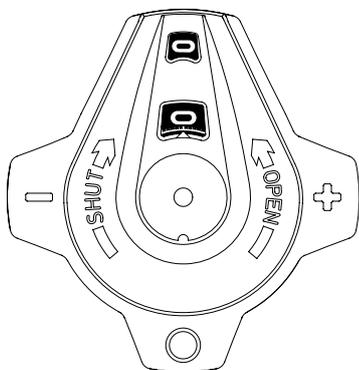

Fig. 2
2. Ventilen åbnes 2,3 omdrejninger (Fig. 2)
Hvis man skal kontrollere forindstillingen, lukker man ventilen, og indikeringen skal da stå på 0,0 (Fig. 1). Derefter åbnes ventilen indtil stop. Talskalaen angiver da forindstillingsværdien, i dette tilfælde 2,3 (Fig. 2). Hvis håndhjulet kan drejes, så tallene viser 4,0, er ventilen ikke forindstillet (Fig. 3).